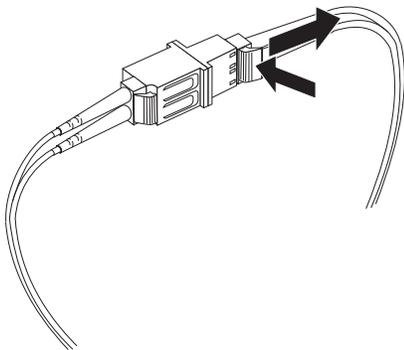

図 3-21. LC-SC ファイバー・チャンネル・ケーブル・アダプターからの LC-LC ファイバー・チャンネル・ケーブルの取り外し
2. コネクターを慎重に引っ張って取り外します。3-16 ページの図 3-21 に示されているように、LC-SC ケーブル・アダプターから LC-LC ケーブルを取り外すときには、ケーブルではなくコネクターをつかむようにしてください。